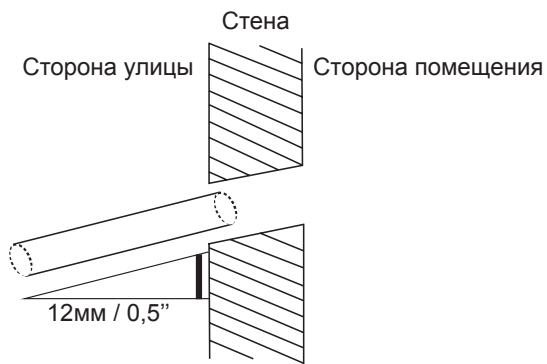

Рис. 6.4
ПРИМЕЧАНИЕ: При объединении дренажных труб нескольких блоков подключайте их, как показано на рис. 6.4.
- С помощью трубчатого сверла просверлите в стене отверстие диаметром 65 мм. Отверстие следует просверлить с небольшим наклоном вниз, чтобы наружный край отверстия был ниже внутреннего края приблизительно на 12 мм. Это обеспечит правильный сток воды (см. рис. 6.4). Поместите в отверстие защитную манжету. Это защитит края отверстия и поможет герметизировать его после завершения монтажа.